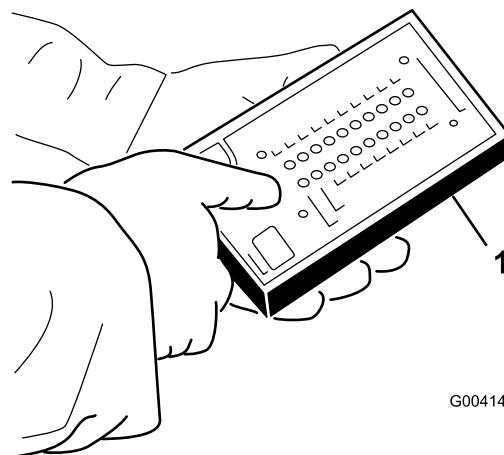

Figura 46
5. Collegate il connettore del display Diagnostic ACE al connettore del cablaggio preassemblato (Figura 46).